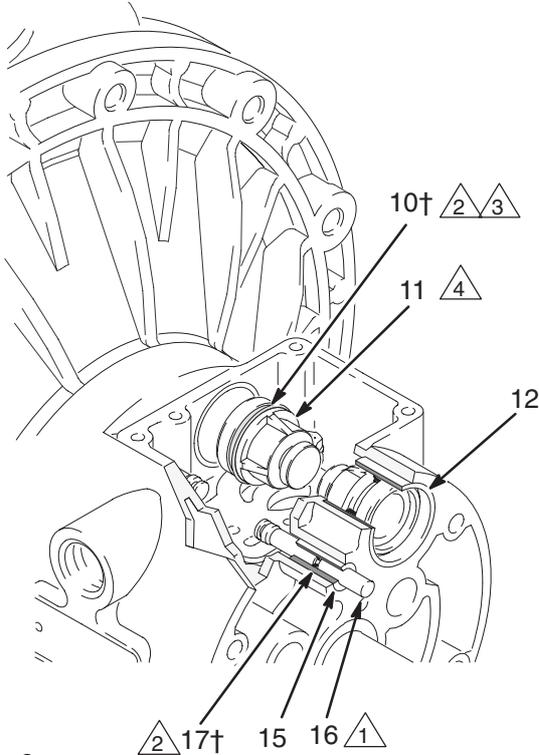

Fig. 8
4. Retirer les deux pistons actionneurs (11) des paliers (12). Retirer les garnitures en forme de U (10) des pistons. Retirer les tiges d'inversion (16) des paliers (15). Retirer les joints toriques (17) des tiges d'inversion. Voir Fig. 8.
6. Inspecter les paliers (12, 15) en place. Voir Fig. 8. Les paliers sont coniques et, s'ils sont endommagés, ils doivent être sortis de l'extérieur, ce qui nécessite le démontage de la partie recevant le produit. Voir page 20.
4. Placer un joint torique (17†) sur chaque tige d'inversion (16). Graisser les tiges et les joints toriques. Introduire les tiges dans les paliers (15), l'extrémité **fine** en premier. Voir Fig. 8.
5. Placer un joint en U (10†) sur chaque piston actionneur (11), de sorte que les lèvres des joints se trouvent face à l'extrémité **fine** des pistons. Voir Fig. 8.
6. Lubrifier les joints en U (10†) et les pistons actionneurs (11). Introduire ces pistons dans les paliers (12), l'extrémité **large** en premier. Laisser l'extrémité fine des pistons à nu. Voir Fig. 8.